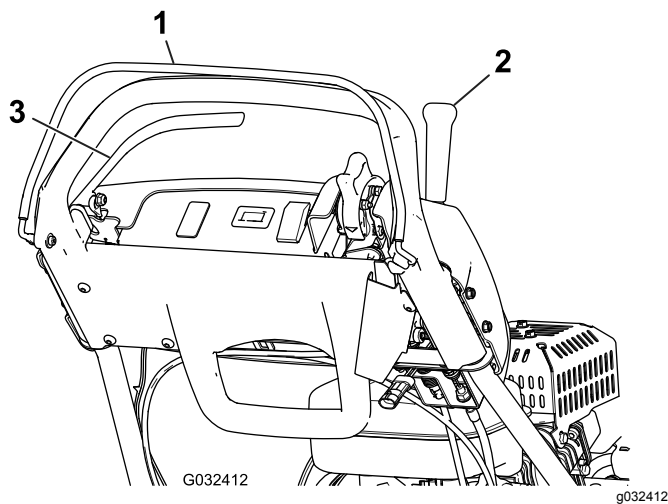

Bild 31
3. Versuchen Sie den Fahrtriebshebel bei gelöster elektronischer Sicherheit zu aktivieren (Bild 31). Der Fahrtriebshebel sollte nicht aktiviert werden. Wenn der Fahrtriebshebel aktiviert werden kann, müssen die Sicherheitsschalter gewartet werden. Beheben Sie den Fehler vor der Verwendung, siehe Warten des Fahrtriebs-Sicherheitsschalters \(Seite 34\).
4. Lösen Sie die elektronische Sicherheit, wenn die elektronische Sicherheit gedrückt und der Fahrtriebshebel aktiviert ist (Bild 31). Der Fahrtriebshebel sollte deaktiviert werden. Wenn der Fahrtriebshebel nicht deaktiviert wird, müssen die Sicherheitsschalter gewartet werden. Beheben Sie den Fehler vor der Verwendung, siehe Warten des Fahrtriebs-Sicherheitsschalters \(Seite 34\).
5. Aktivieren Sie die elektronische Sicherheit und schieben Sie den Ganghebel nach links; kuppeln Sie dann den Fahrtrieb und den Spindelantrieb ein und lösen Sie die elektronische Sicherheit (Bild 31). Der Fahrtriebshebel sollte deaktiviert werden. Wenn der Fahrtriebshebel nicht deaktiviert wird, müssen die Sicherheitsschalter gewartet werden. Beheben Sie den Fehler, bevor Sie den Betrieb aufnehmen.; Siehe Warten des Fahrtriebs-Sicherheitsschalters \(Seite 34\) oder Einstellen des Spindelantriebs \(Seite 38\).
6. Aktivieren Sie die elektronische Sicherheit und schieben den Ganghebel nach links, um den Fahr- und Spindelantrieb einzukuppeln; schieben Sie den Ganghebel nach rechts, um den Spindelantrieb auszukuppeln (Bild 31). Der Spindelantrieb sollte ausgekuppelt werden. Wenn der Spindelantrieb sich nicht auskuppeln lässt, müssen die Sicherheitsschalter gewartet werden. Beheben Sie den Fehler, bevor Sie den Betrieb aufnehmen.; Siehe Einstellen des Spindelantriebs \(Seite 38\).
2. Aktivieren Sie die elektronische Sicherheit, kuppeln den Fahrtriebshebel ein und stellen die Motorbedienelemente in die Start-Stellung (Bild 31). Versuchen Sie jetzt, den Motor zu starten. Der Motor sollte nicht starten. Wenn der Motor startet, muss der Sicherheitsschalter gewartet werden. Beheben Sie den Fehler, bevor Sie den Betrieb aufnehmen. Siehe Warten des Fahrtriebs-Sicherheitsschalters \(Seite 34\).
2. Kuppeln Sie den Fahrtriebshebel aus, aktivieren Sie die Betriebsbremse und stellen die Motorbedienelemente in die Start-Stellung (Bild 31). Versuchen Sie nun, den Motor zu starten. Der Motor sollte jetzt anspringen. Wenn der Motor nicht anspringt, muss der Sicherheitsschalter gewartet werden. Beheben Sie den Fehler vor der Verwendung der Maschine, siehe Warten des Bremsen-Sicherheitsschalters \(Seite 35\).
3. Lassen Sie den Motor an, aktivieren die Betriebsbremse (nicht die Feststellbremse), aktivieren die elektronische Sicherheit und kuppeln den Fahrtriebshebel ein (Bild 31). Der Motor sollte gegen die Bremse kämpfen aber nicht ausgehen. Wenn der Motor ausgeht, muss der Sicherheitsschalter gewartet werden. Beheben Sie den Fehler vor der Verwendung der Maschine, siehe Warten des Bremsen-Sicherheitsschalters \(Seite 35\).
4. Lassen Sie den Motor an, aktivieren den Feststellbremsriegel, aktivieren die elektronische Sicherheit und kuppeln den Fahrtriebshebel ein (Bild 31). Der Motor sollte abstellen. Wenn der Motor nicht abstellt, muss der Sicherheitsschalter gewartet werden. Beheben Sie den Fehler vor der Verwendung, siehe Warten des Bremsen-Sicherheitsschalters \(Seite 35\).